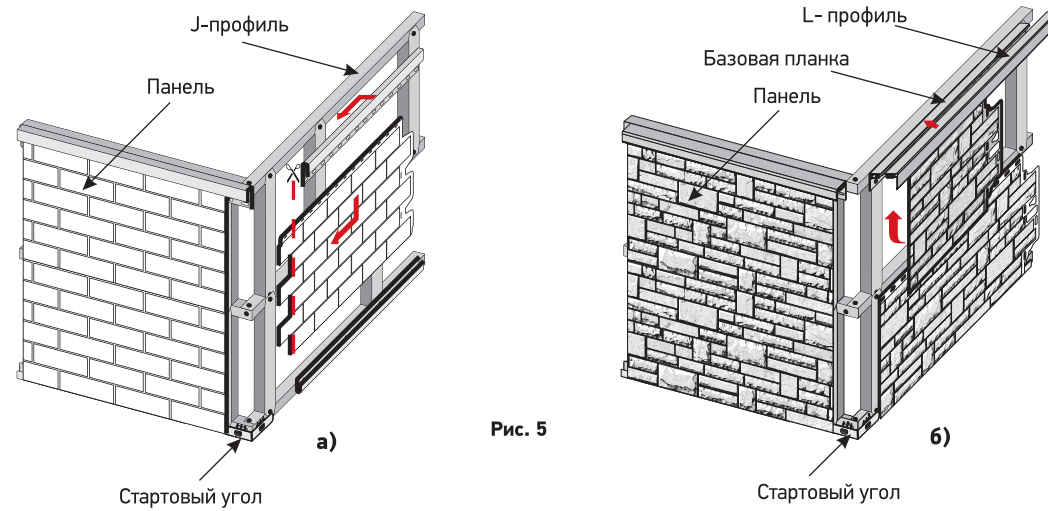

Рис. 5
- Монтаж фасадных панелей производится строго слева направо и снизу вверх (Рис. 5).
При монтаже последнего ряда верхнюю часть панелей достаточно вставить в фасадный J-профиль и закрепить панели в вертикально расположенные гвоздевые отверстия (Рис. 5а).
Для оформления панелей коллекций STEIN, FELS и STERN используется L-профиль в комплекте с базовой планкой (Рис. 5б).
Установите углы на стартовые угловые профили (Рис. 5) и зафиксируйте их в верхней части двумя саморезами длиной не менее 50 мм. Следите, чтобы угол закрывал не менее 15 мм фасадной панели и до внутреннего ребра угла оставалось не менее 12 мм.
- L-профиль монтируется с использованием базовой планки. Функции L-профиля аналогичны функциям J-профиля. Закрепите по границе закрываемого элемента базовую планку и вставьте в нее L-профиль до упора (см. рис. 5б).